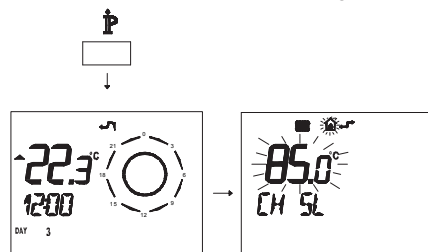

Figura 5.36
- Premere per più di 3 secondi il pulsante  $\text{P}$  per entrare in modalità *INFO* (Figura 5.36).